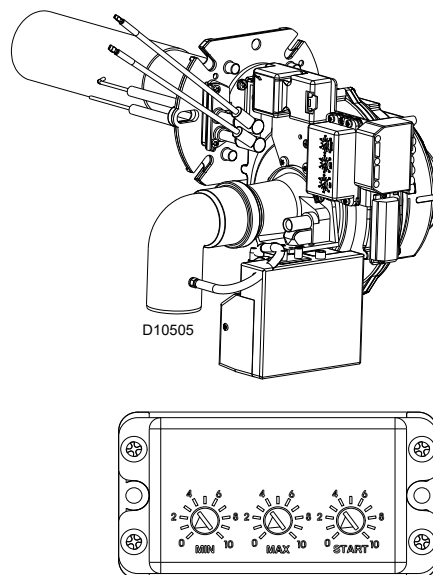

Fig. 14
- Vérifier les réglages des trimmers placés sur la boîte de contrôle (Fig. 14).
La rampe du gaz proportionnelle fournit la quantité correcte de combustible en fonction de la pression relevée dans le circuit de ventilation. Le réglage de la puissance fournie se fait donc en modifiant la vitesse de rotation du moteur. La vitesse du moteur peut être réglée en agissant sur trois « Trimmers » (Fig. 14).
La **puissance maximum** devra correspondre à celle demandée par la chaudière utilisée. Pour augmenter ou diminuer sa valeur, intervenir sur le trimmer MAX placé sur la boîte de contrôle (Fig. 14).
La **puissance minimum** devra correspondre à celle demandée par la chaudière utilisée. Pour augmenter ou diminuer sa valeur, intervenir sur le trimmer MIN placé sur la boîte de contrôle (Fig. 14).
La **puissance d'allumage** peut être variée en intervenant sur le trimmer START placé sur la boîte de contrôle (Fig. 14).